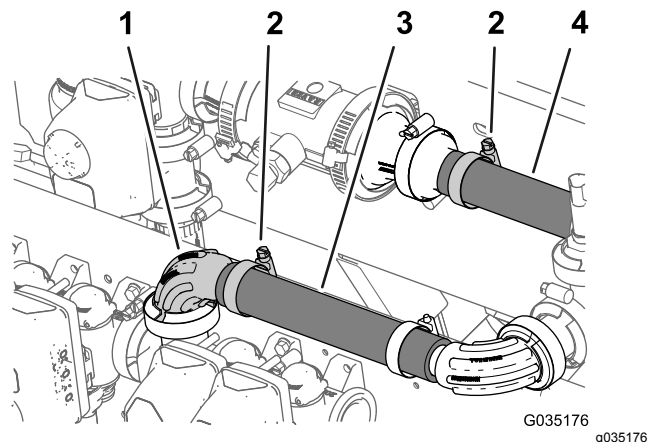

Figura 64
- Montate il flessibile (1" x 8 1/2") sul raccordo flangiato a 90° (1"), come illustrato nella Figura 64.
- Fissate il flessibile al raccordo flangiato con una fascetta stringitubo (Figura 64).
- Serrate la fascetta stringitubo che fissa il flessibile (1 x 7 1/4") al raccordo flangiato dentellato (1") che avete montato in Montaggio del trasduttore di pressione sulla macchina \(pagina 31\); fate riferimento a Figura 64.